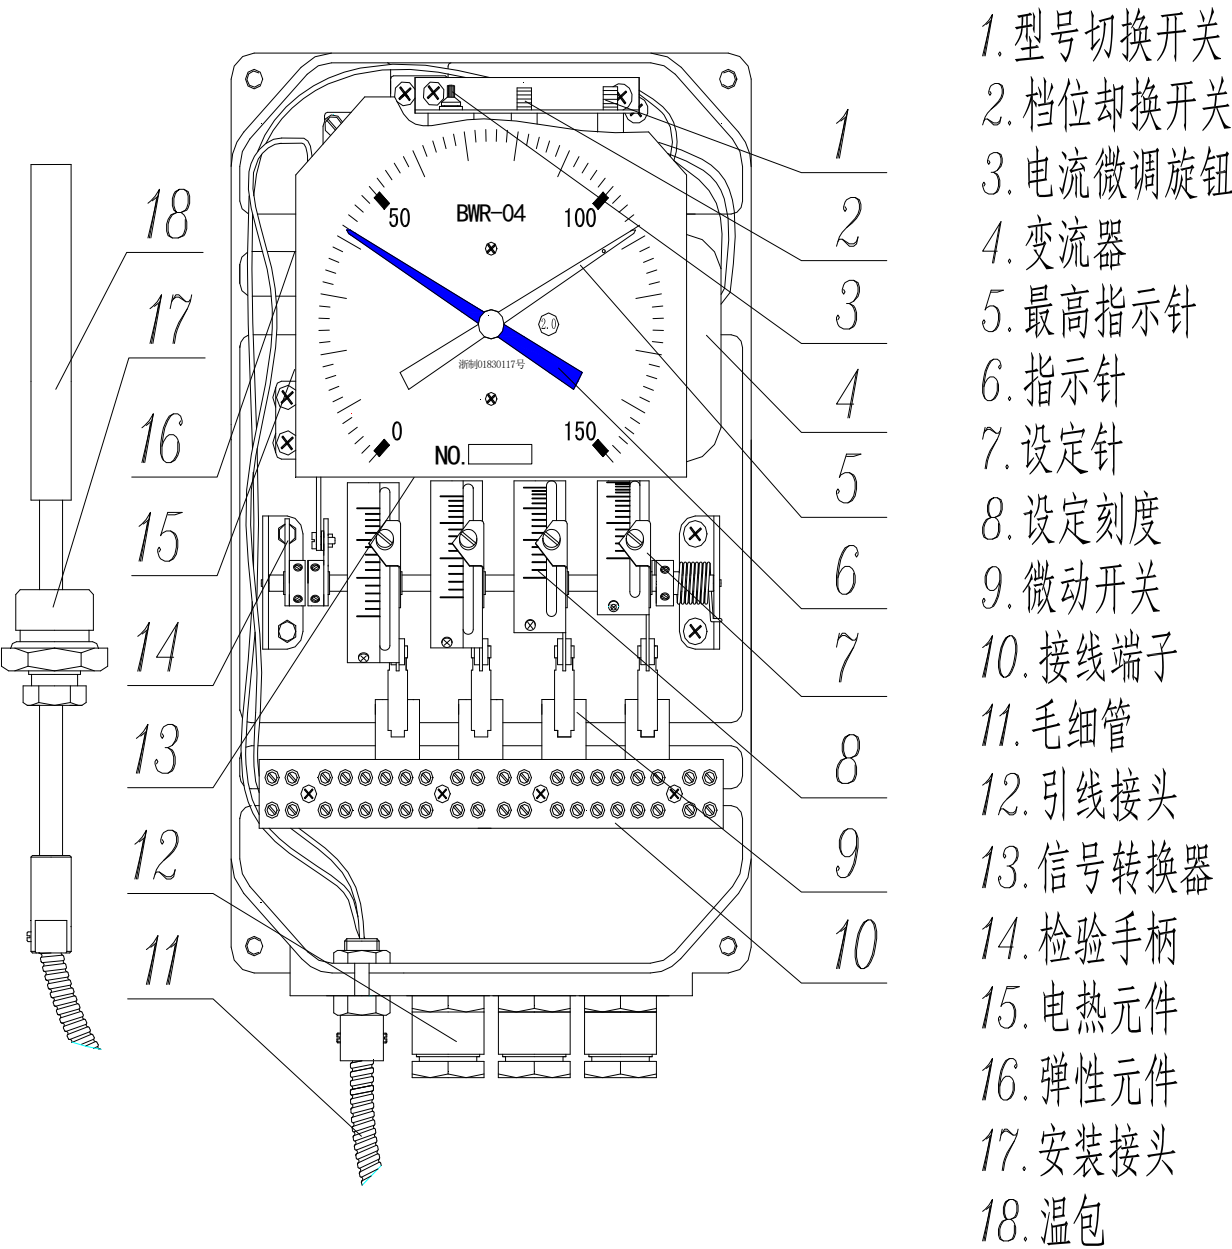
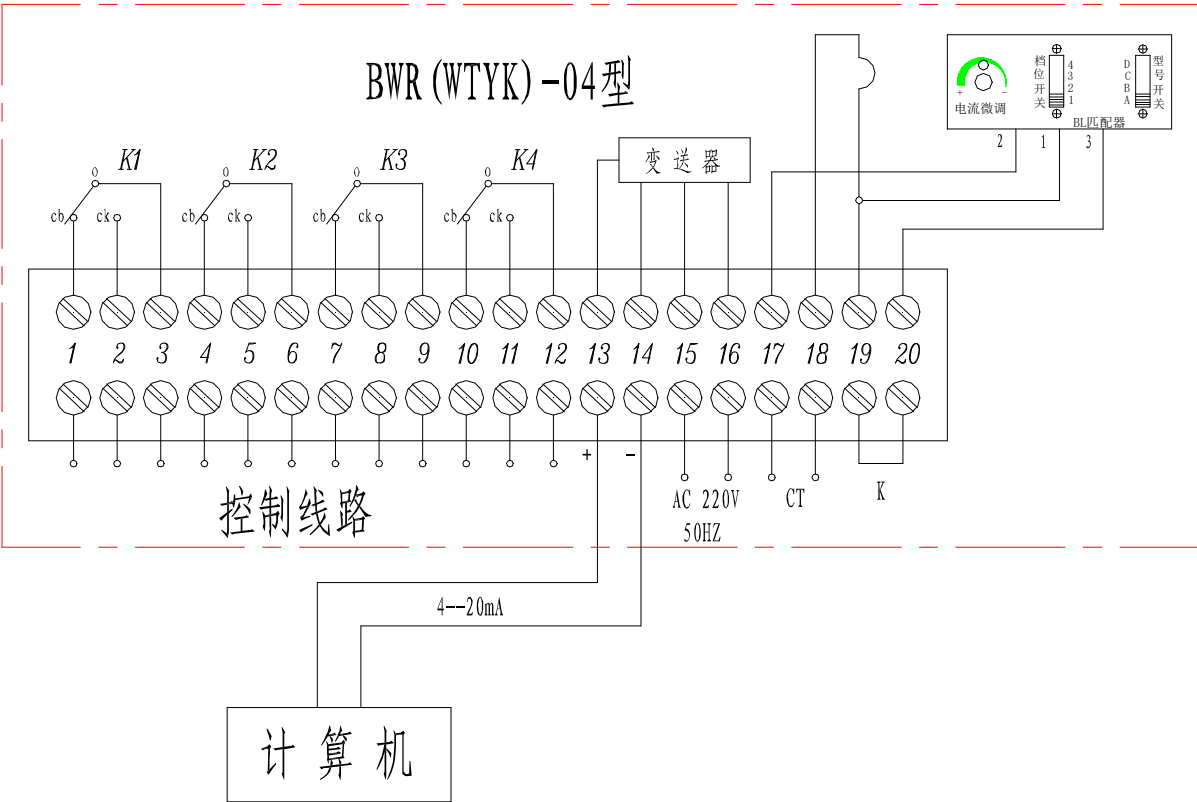

图 1 BWR (WTYK) —04 结构图
图 7（a） 无 XMT 全套电器连接线路图
- 1、现场一只嵌装电热元件及 BL 型电流匹配器的温度控制器 BWR(WTYK)-04，如图 1 所示；
- 2、中心机房一台遥测控制仪 XMT、(XST)，如图 1 所示；
- 温包尺寸：Φ14×150，安装螺纹 M27×2，如图 1 所示。
- 电流匹配器根据主变电流互感器二次额定电流不同。分 BL-(A、B、C、D) 档，拨动四档档位开关，可连接四种型号规格其中一种型号，如图 7 所示。
二部分之间连接如图 7 所示采用 KVV-6×1.5 电缆线（用户自备），如图 1 所示，BWR（WTYK）-04 型有两支电缆，其中 13、14、15、16、17、18 为一支 KVV6×1.5 电缆，用于连接 XMT(XST) 及 CT，四只温控开关用两支 KVV6×1.5 电缆(用户根据需要或接常开或常闭)。
- ① 旋松红色设定指示针上的圆柱头螺钉；左手护紧检验手柄，然后转动凸轮(设定刻度),使红色设定针对准所需设定值，再拧紧固定螺钉。
- ② 缓慢向下拨动检验手柄（仪表左侧），使得指示针缓缓的向温度上限方向移动，每经过一个温度设定点时，都能听到相对应开关的接点动作声（或用万用表检测），这样即可调整和检查设定值的正确性。
- ③ 开关出厂时 K1 为 50℃,K2 为 70℃ 用于冷却容量分级投入,K3 为 100℃, K4 为 120℃ 分别用于报警和跳闸信号。
- ① 整定结束后，按图 7 进行接线；合上表盖，拧紧螺母。
- ② 把温度计安装在安装板的三个 M6×20 螺栓上，拧紧螺栓。
- ③ 在变压器油箱顶部的温度计安装孔管内注满变压器油，然后插入温包，并拧紧。
- ④ 安装螺母：用户完全拧紧安装螺母前应调整好温包的插入深度（尽可能取最大插入深度，保证温包被油完全浸没）。
- ⑤ 温包与表头之间的毛细管必须有相应的固定（间距在 300mm 为宜），弯曲半径应大于 100mm。
- ⑥ XMT（XST）是为信号远传所配置，接线查仪表后示意图。